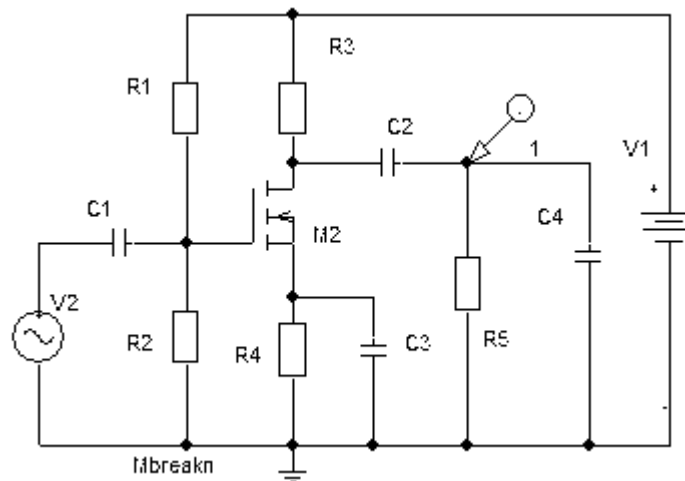

Рис. 2. Рабочая схема каскада ОИ
3. По снятой стоко-затворной характеристике для схемы усилительного каскада ОИ (рис. 2, параметры элементов каскада заданы в табл. 1) графически определить ток I_c и напряжение $U_{зи}$. Результаты занести в табл. 2. Для рабочей точки определить крутизну транзистора S в режиме малого сигнала.
5. По снятым выходным характеристикам для усилительного каскада ОИ (рис. 2) с параметрами, заданными в подготовке к работе, графически определить ток транзистора I_c и напряжение $U_{си}$. Результат занести в табл. 2. Для рабочей точки по выходным характеристикам определить крутизну транзистора S для малого сигнала: $S = \Delta I_c / \Delta U_{зи}$. Сравнить с предыдущим пунктом.
6. В операционной системе «Windows» под управлением программы *Schematics* собрать схему согласно рис. 2.